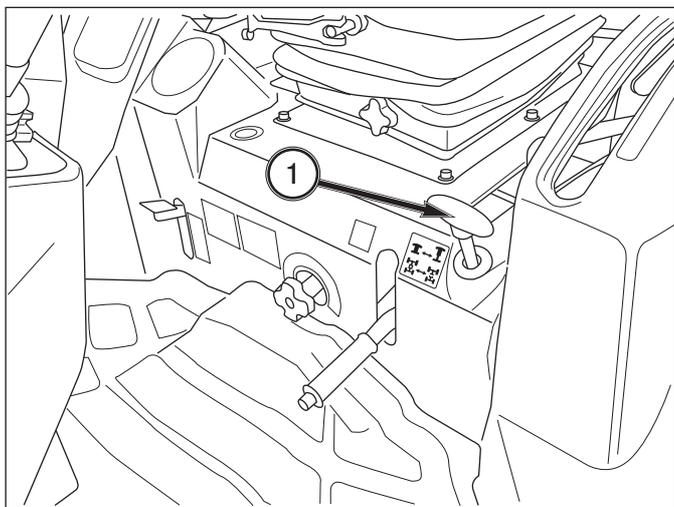

FIG. 5-10
**FIG. 5-10:** Le levier 4WD 1 engage ou débraye l'essieu avant. Avec le levier abaissé, l'essieu avant (4WD) est entraîné. Avec le levier vers le haut, l'essieu avant est débrayé et seules les roues arrière sont motrices.